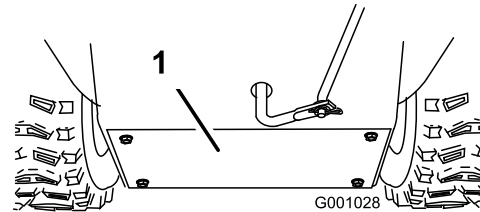

Figure 56
3. Retirez le couvercle arrière (Figure 56).